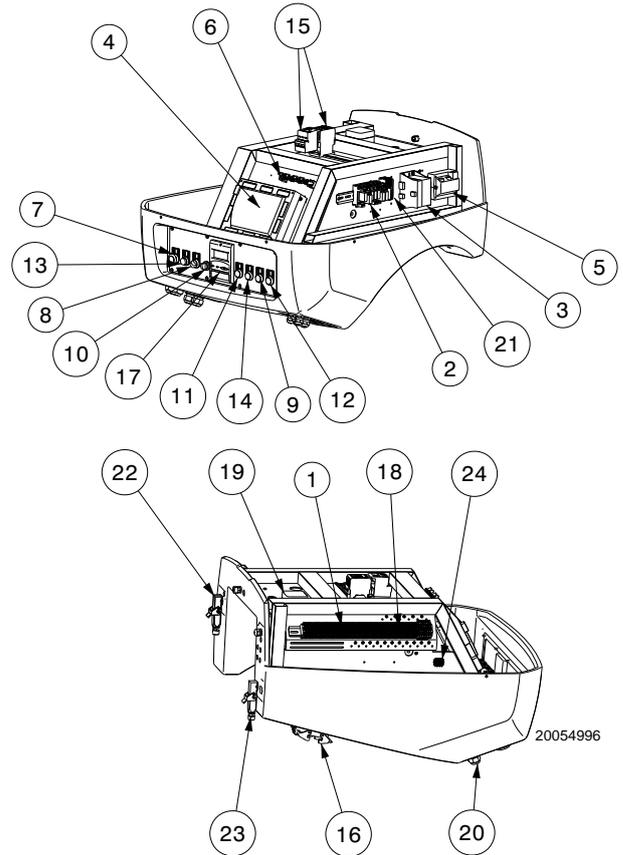

Abb. 5
- **Störabschaltung des Gerätes:** Das Aufleuchten der Taste (rote Led) des Steuergeräts 13)(Abb. 5) weist auf eine Störabschaltung des Brenners hin. Zur Entriegelung die Taste 13)(Abb. 5) drücken.